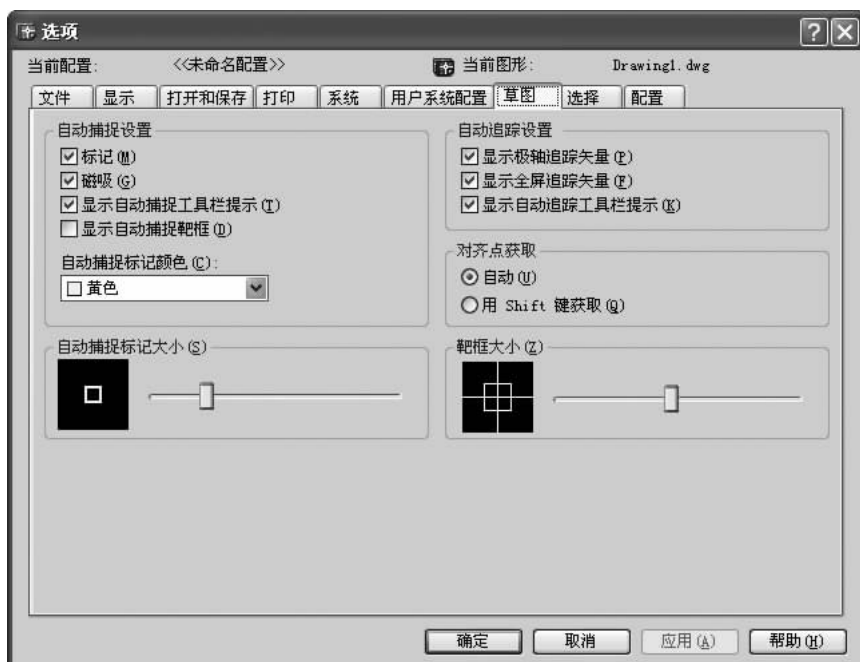

图 3-11 设置自动捕捉功能
- 1) 选择【工具】|【选项】菜单命令，在打开对话框中单击【草图】选项卡，如图 3-11 所示。